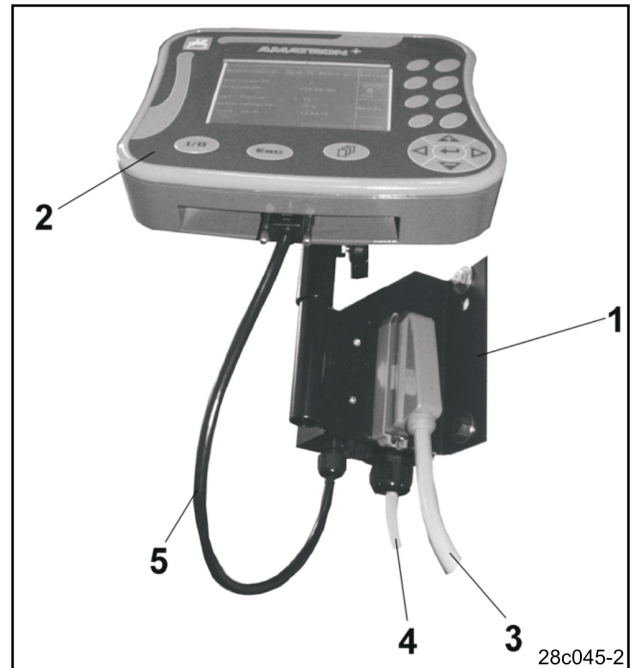
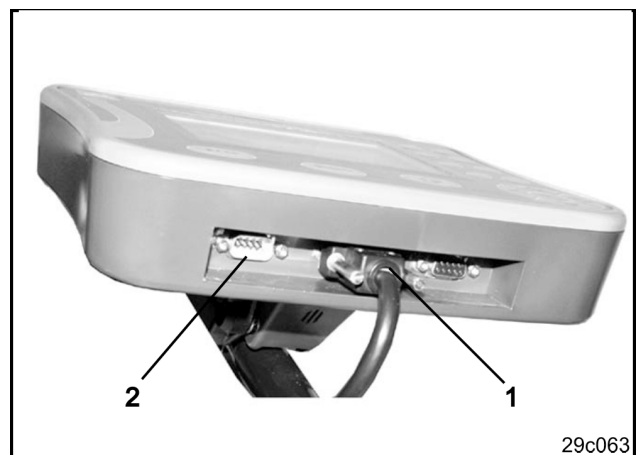

Fig. 3
Fig. 4
Das Terminal (Fig. 3/2) ist ein Universalgerät und kann an allen **AMAZONE**-Maschinen mit **AMATRON⁺** Jobrechner angeschlossen werden.
Das Terminal (Fig. 3/2) bzw. die Konsole (Fig. 3/1) wie folgt anschließen:
- die Sämaschine über den Maschinenstecker (Fig. 3/3) anschließen
- Das Batterieanschlusskabel (Fig. 3/4) an die Schlepperbatterie anschließen. Hinweise zur Stromversorgung, siehe Kap. 3.3
- Verbindungskabel (Fig. 3/5) am Terminal (Fig. 3/2) anschließen.
- Den Stecker des Verbindungskabels (Fig. 3/5) in die mittlere 9-polige Sub-D-Buchse (Fig. 4/1) einstecken.
- Die serielle Schnittstelle (Fig. 4/2) ermöglicht die Anbindung eines GPS-Terminals.